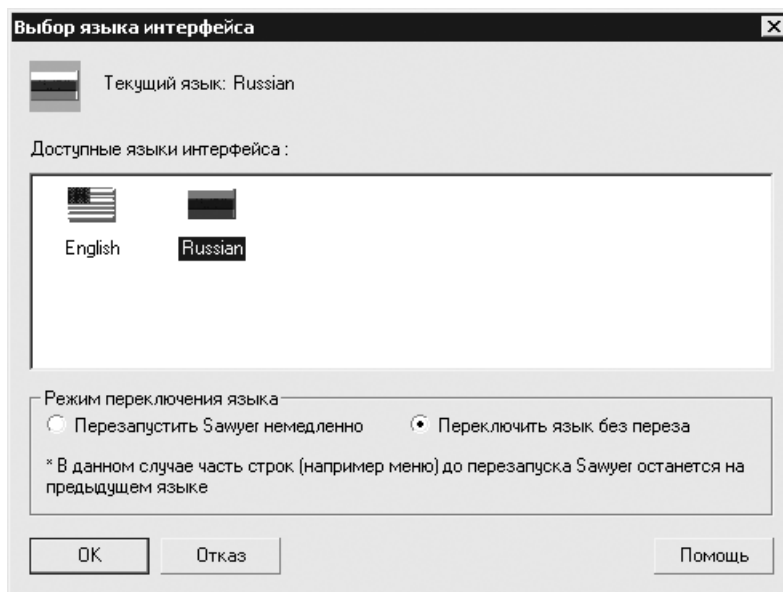

Рис. 7.7
1. Выбрать пункт **Изменить язык** в меню **Параметры** — откроется окно, в котором можно сменить язык интерфейса (рис. 7.7).